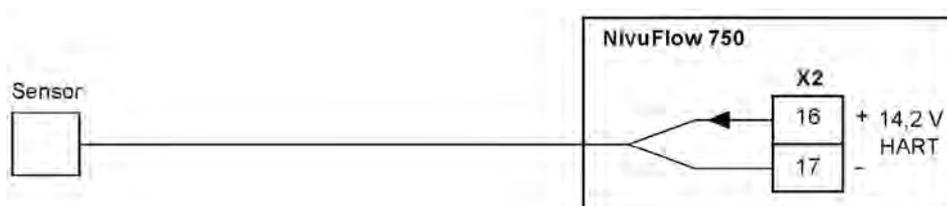

Abb. 23-15 Anschluss 2-Leiter-Sensor zur Füllstandmessung
- ➡ Schließen Sie den 2-Leiter-Sensor gemäß Abb. 23-15 an.